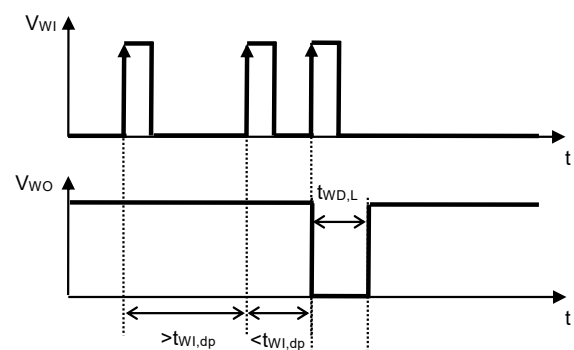

图11 看门狗双脉冲检测时间
- *3. 从看门狗定时器开始进行触发信号检测后, 在 $t_{WI,dp}$ 期间再次检测到触发, 到WO端子输出变化为 "L" 为止的时间 (参阅图11)。此值可以通过 C_{DLY} 的电容值进行更改。